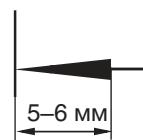

Рис. 30. Изображения стрелки на чертеже
- ◆ Размерная линия с обеих сторон ограничена стрелками (**B**) (рис. 30).